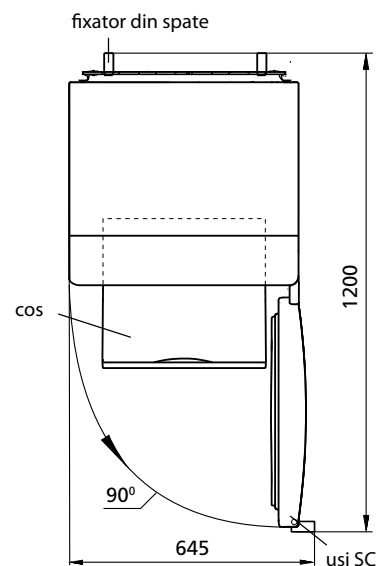

Figura 2 – Frigider (vedere de sus)
1.4 Spațiul total, necesar pentru exploatarea frigiderului este determinat de dimensiunile indicate în figura 2 în milimetri. Pentru extragerea liberă a componentelor din frigider trebuie deschise ușile camerei la un unghi de cel puțin 90°.